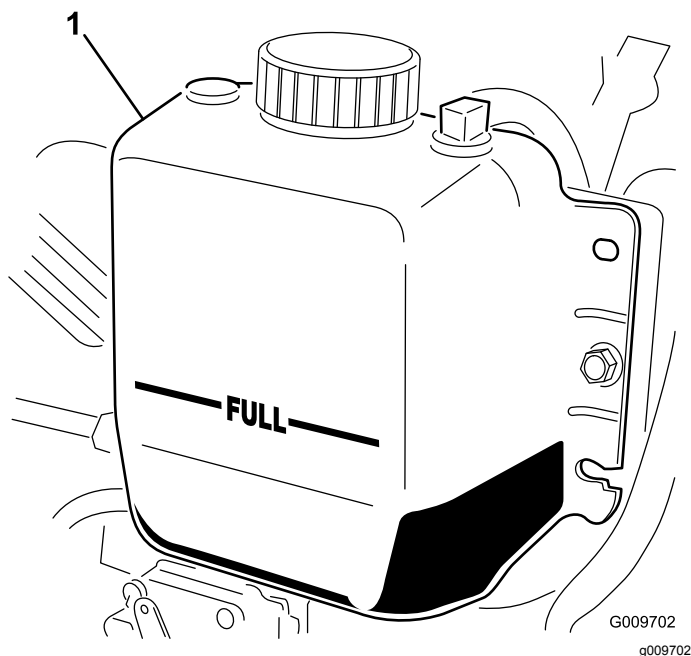

図 13
2. ラジエーター内部の液量を点検する。補給口の首の上部まであればよい。また、補助タンク側面についているFULLマークまであればよい図 13。